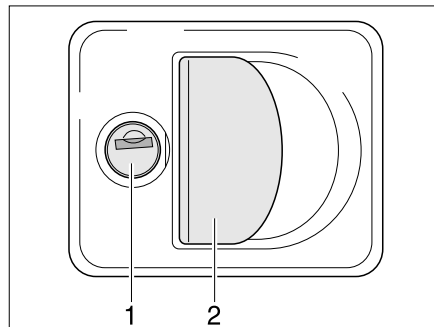

Fig. 55 Serrure du portillon avec poignée
- Insérer la clé dans le barillet (Fig. 55,1) et la tourner d'un quart de tour. La serrure du portillon est déverrouillée.
- Tirer sur la poignée de la serrure (Fig. 55,2). Le portillon extérieur est ouvert.